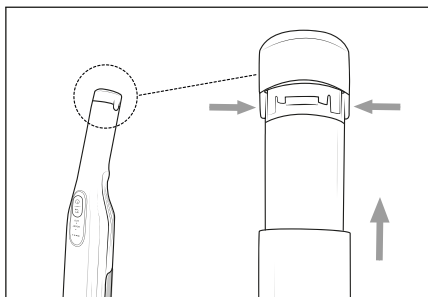

Fig. 10
- ◆ Para remover o acumulador ❶ do aparelho, mantenha os dois botões de desbloqueio do acumulador ❷ pressionados e puxe o acumulador ❶ para fora do aparelho (ver fig. 10).